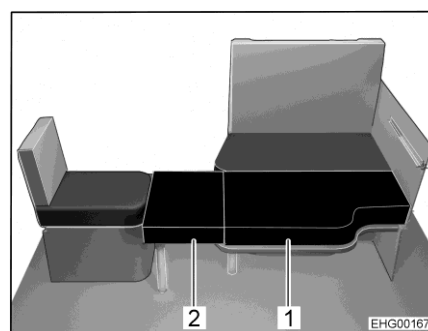

Fig. 113 Después de la transformación
Junto con el asiento individual lateral y el tablero de la mesa bajado de la mesa colgante, el banco longitudinal se podrá convertir en una cama adicional. Se requieren dos cojines adicionales para crear la superficie de descanso. Uno de los cojines adicionales (Fig. 113,2) está equipado con un reposapiés desplegable y un soporte de fijación. El otro cojín adicional (Fig. 113,1) se coloca en el tablero de la mesa.
- Desplegar el reposapiés el cojín adicional más pequeño (Fig. 113,2).
- Enganchar el soporte de fijación del cojín adicional (Fig. 113,2) en el asiento individual y clocar el cojín adicional en el tablero de la mesa.
- Colocar el segundo cojín adicional (Fig. 113,1) sobre la tablero de la mesa.